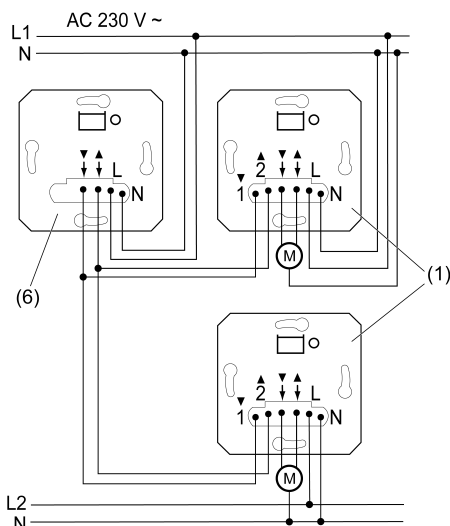

Bild 3: Anslutningsexempel för gruppstyrning
Jalusiinsatsen kan integreras i en gruppstyrning (bild 3), antingen för lokal styrning (1) eller som centralenhet (7).
- Anslut jalusiinsatserna enligt anslutningsexemplet (bild 3). Jalusiinsatserna kan även vara anslutna till olika yttre ledningar.